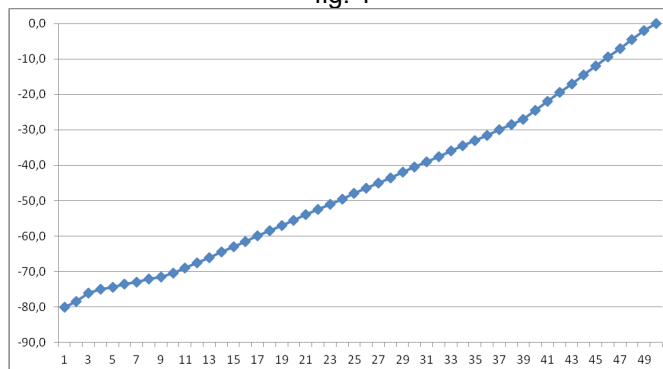

fig. 2
2. Courbe #2 - Cette courbe est adaptée aux baffles à haute efficacité (fig. 2).